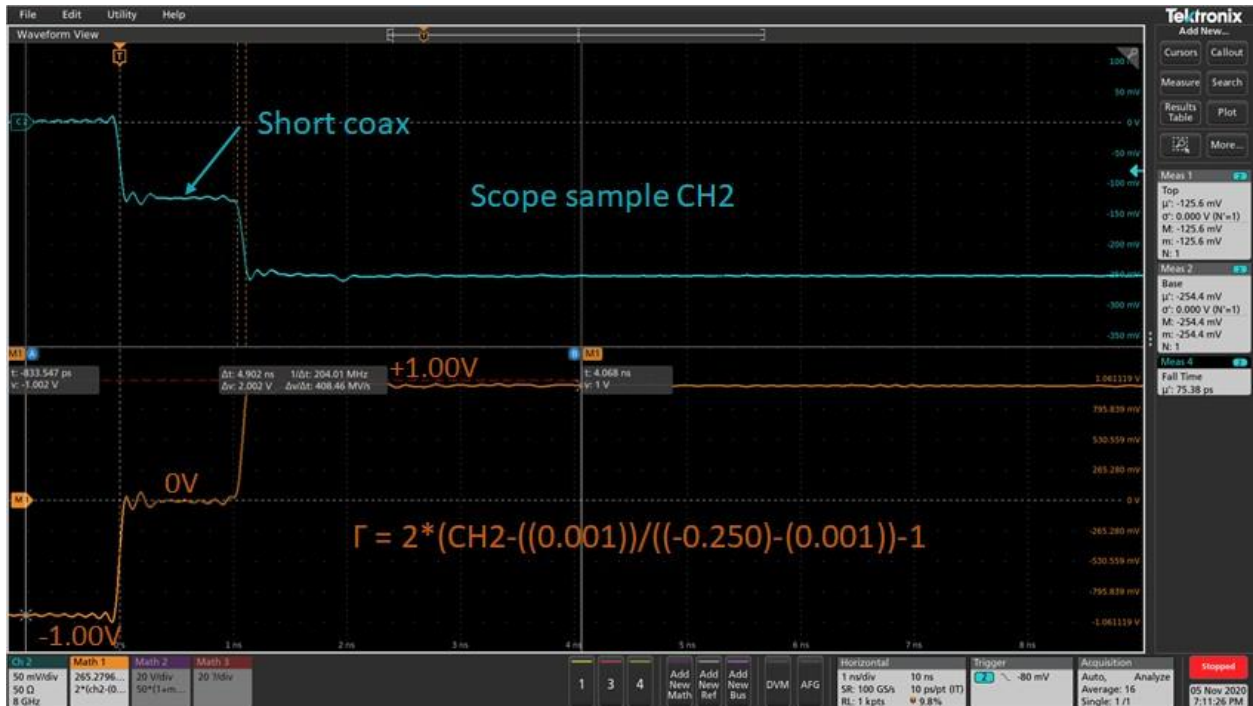

Fig. 7 - TDR Setup - Short, Open, Load.
为了在示波器上设置TDR，我们首先需要将实际输入脉冲缩放为+/- 1V信号，这也被定义为反射系数（ $\Gamma$ ）。实际输入脉冲的极性是任意的。换句话说，在我们使用 $\Gamma$ 计算阻抗之前， $\Gamma$ 需要满足开放、50 $\Omega$ 匹配的特定标准，以确保它被适当地设置。这可以通过引用公式（17）来证明这一点，并如图7所示。此外，关于这个主题的讨论在Picotest的电源完整性和电源测试的基础有演示，第12课：TDR测量[14]。参考公式（17），理想情况下，0.0 mV为零，250 mV为250.00 mV。然而，情况并非总是如此，这就是我们如何在计算阻抗之前，通过适当地缩放 $\Gamma$ ，对从J2154A接收到的脉冲添加一些校准。这种校准可以在图7所示的方程中观察到。
如第3节所示，反射系数Gamma ( $\Gamma$ ) 通过公式 (17) 计算，也如图7所示。